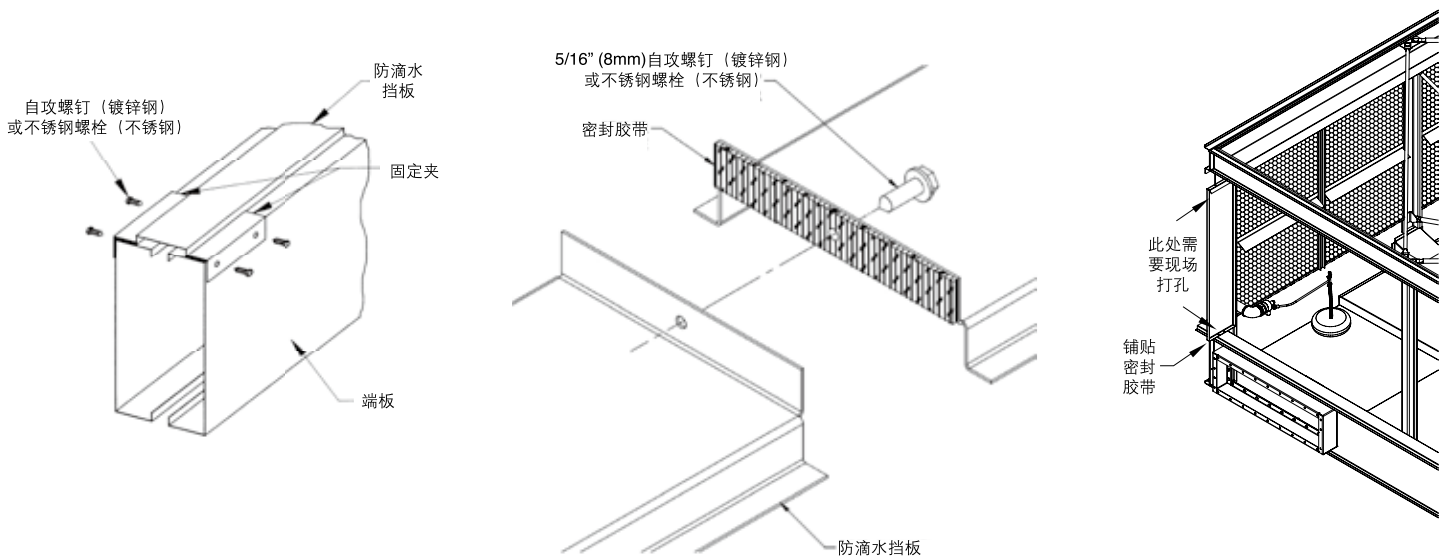

图2b - 防滴水挡板和防溅水挡板的安装
9. 如果有多个防滴水挡板，如图2b所示铺贴密封胶带，将防滴水挡板端部对端部紧紧拧在一起。把5/16" (8mm)的自攻螺钉穿过端部的大孔，进入和端部连在一起的小孔。不锈钢机组使用5/16" (8mm)的不锈钢螺栓和螺母。
10. 把竖直的防溅水挡板放在立柱的折弯处。对于镀锌钢机组，采用5/16" (8mm)的自攻螺钉固定竖直挡板。对于不锈钢机组，采用5/16" (8mm)的不锈钢螺栓及螺母来固定竖直挡板（如图2b所示）。
11. 采用5/16" (8mm)紧固件和密封胶带将竖直的防溅水挡板底部与防滴水挡板连接，如图2b所示。
12. 此步骤仅适用于模块间隙为5-1/8" (130mm)的机组。将水盘防护盖板放置在机组下段的上折边处，如图2b所示。用5/16" (8mm)的自攻螺钉（适用于镀锌钢机组）或者不锈钢螺栓及螺母（适用于不锈钢机组）将水盘防护盖板连接到竖直的防溅水挡板上。